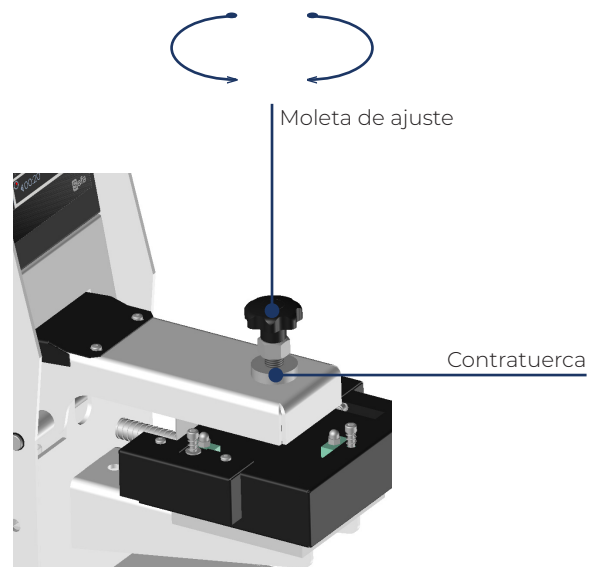

Figura 2
2. Ajuste la altura de la placa girando la moleta de ajuste, tal y como se indica en la Figura 2.